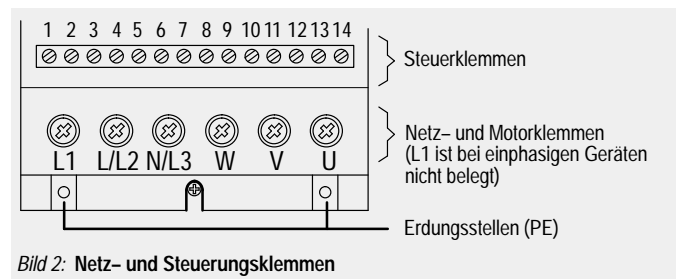

Bild 2: Netz- und Steuerklemmen
Die Netz- und Motorklemmen (siehe Bild 2) können gefährliche Spannungen führen, selbst wenn der Umrichter nicht funktionsfähig ist. Anschluß, Inbetriebnahme und Störungsbehebung sind nur durch Fachkräfte zulässig. Das Fachpersonal muß gründlich mit allen Warnhinweisen und Instandhaltungsmaßnahmen gemäß dieser Bedienungsanleitung vertraut sein. Gewisse Einstellungsparameter können bei Wiedereinschaltung der Stromversorgung nach Netzausfall automatischen Neustart verursachen. Diese Geräte dürfen nicht als 'Nothalt'-Mechanismus verwendet werden (siehe EN 60204, 9.2.5.4).
- (3) Für Steuerkreise sind geschirmte Leitungen zu verwenden. Die Leitungsenden sorgfältig abschließen und darauf achten, daß die Adern nicht ungeschirmt verlaufen.
- (4) Die Steuerleitungen sind von den Lastleitungen möglichst entfernt zu verlegen, unter Verwendung getrennter Leitungskanäle etc. Bei Leitungskreuzungen soll nach Möglichkeit ein Winkel von 90° hergestellt werden. Darüber hinaus ist sicherzustellen, daß die Netzeingangskabel von den Motorausgangskabeln getrennt gehalten werden.
- (5) Stellen Sie sicher, daß die Schütze in den Schränken entstört sind, entweder durch RC-Beschaltungen im Fall von Wechselspannungsschützen oder durch 'Freilauf'-dioden bei Gleichstromschützen, wobei die Entstörmittel an den Spulen anzubringen sind. Varistoren für Überspannungsbegrenzung sind ebenfalls wirksam. Das ist insbesondere dann von Bedeutung, wenn die Schütze über das Relais am Umrichter gesteuert werden.
- (6) Für die Netzanschlüsse sind abgeschirmte oder bewehrte Kabel zu verwenden und die Abschirmung ist an den am Umrichter angebrachten Erdungspunkten (siehe Bild 2) zu erden.
- (7) Die niedrigste, noch mögliche Schallfrequenz wählen. Dadurch wird die Intensität der vom Umrichter erzeugten elektromagnetischen Störungen herabgesetzt.